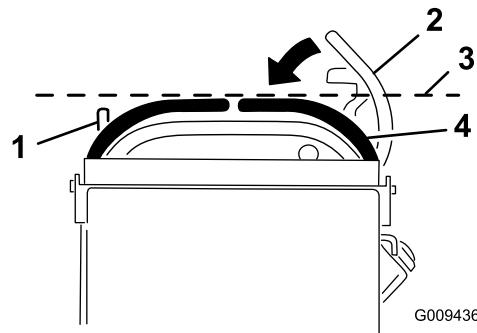

Figure 67
3. Abaissez le levier de commande de déplacement droit hors de la position de verrouillage au point mort (Figure 67).
4. Vérifiez si le levier de commande de déplacement droit s'aligne horizontalement sur le levier de commande de déplacement gauche (Figure 67).